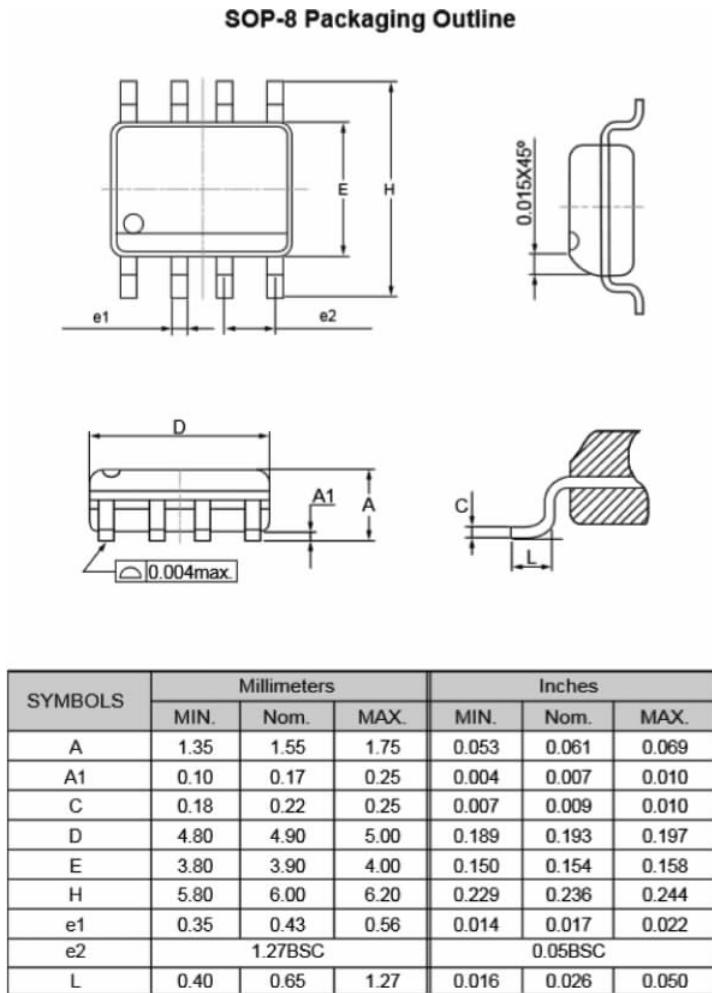
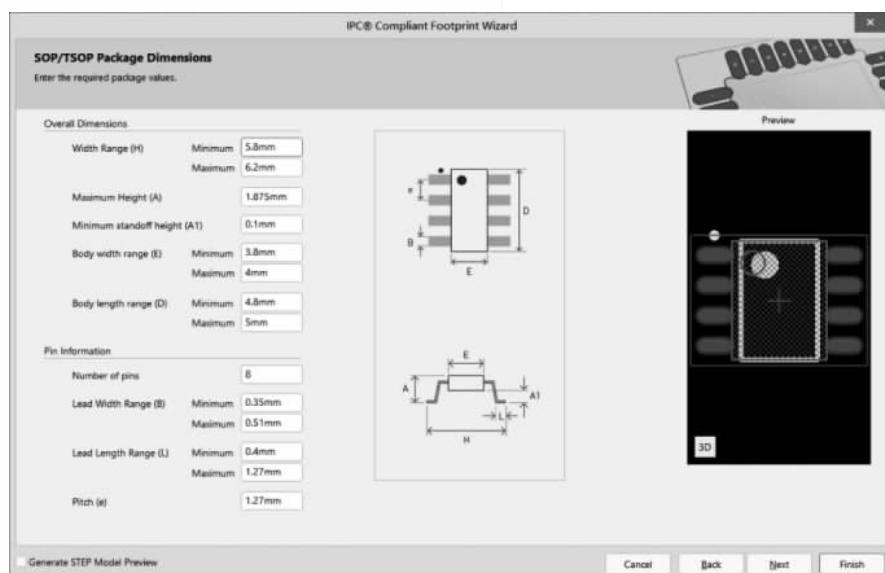

图3-42 SOP-8数据手册
图 3-45 输入芯片参数
SOP-8封装规格书如图3-42所示。
(3) 选择好封装类型之后,单击Next按钮,在弹出的SOP/TSOP Package Dimensions对话框中根据图3-42所示的芯片规格书输入对应的参数,如图3-45所示。